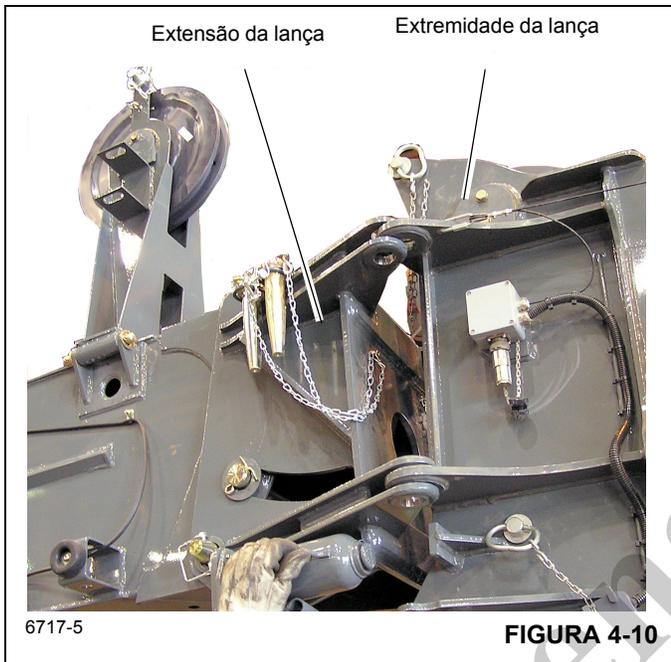

FIGURA 4-10
8. Levante e/ou abaixe ligeiramente a lança para ajudar a controlar sua extensão. Usando o cabo preso à ponta da extensão da lança, gire manualmente a extensão no lugar à frente da extremidade da lança (Figura 4-10), acionando as conexões de ancoragem com as conexões de fixação no lado esquerdo da extremidade da lança.
9. Instale o pino de fixação do lado esquerdo superior e a grampo de retenção nas conexões de fixação e ancoragem superiores da extremidade da lança (Figura 4-10).